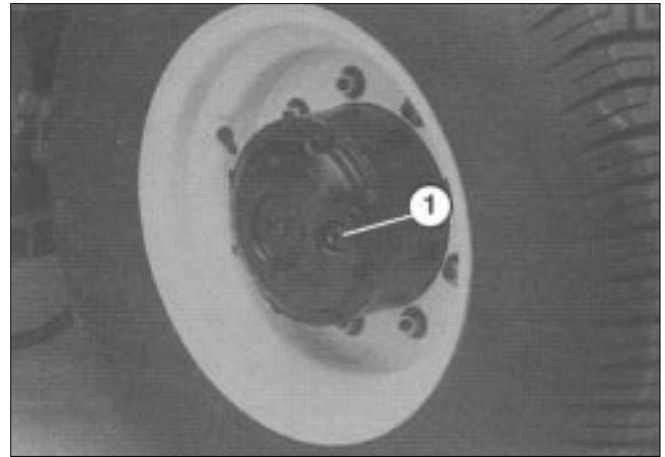

図 44
1. 点検穴が 3 時または 9 時の位置 (図 44) にある時に、オイルが穴のレベルまであれば正常です。点検は本機を水平な場所に停車して行ってください。